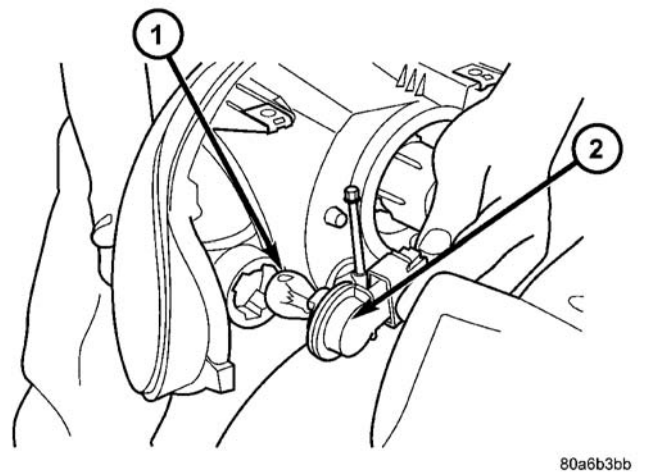

图 26 停车/转向信号灯
- （3）以逆时针方向旋拧灯泡座，将其拆卸下来（图 26）。